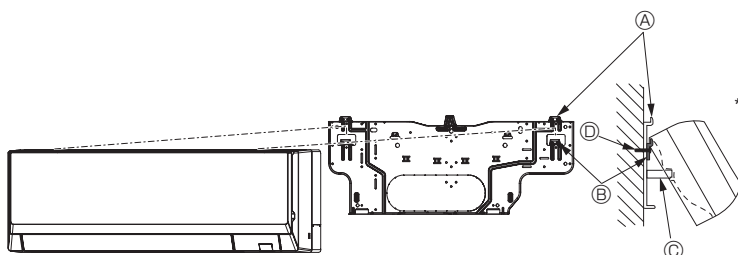

Fig. 3-13
- Si l'appareil intérieur ne peut être suspendu et soulevé à l'aide du crochet classique (la dimension de 2.1. ⓐ (espacement entre le plafond et l'appareil) est de 75 mm ou moins), suspendez l'appareil sur le crochet inférieur du tuyau gauche. (Fig. 3-13)
(Fig. 3-13)